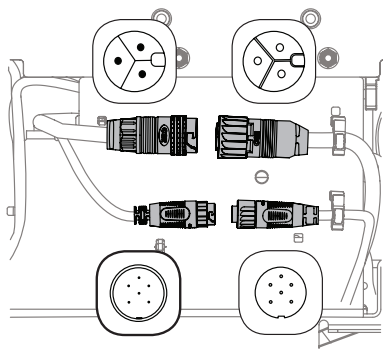

Figura 38
2. Utilice el pedal de elevación de la plataforma y la perilla de índice de altura de la plataforma o el pasador magnético de 15 posiciones para bajar la plataforma a la posición más baja y utilice la multiherramienta (a) para bloquear los componentes de elevación de la plataforma en su lugar (Figura 38).